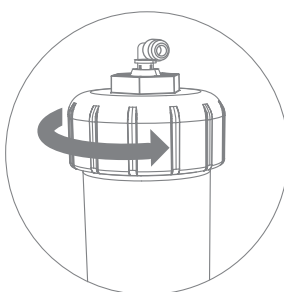
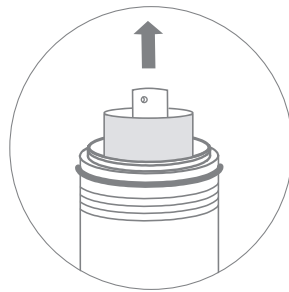

Рис. 17
Рис. 18
3. Открутите крышку корпуса мембраны (рис. 17), используя ключ из комплекта поставки, извлеките отработанную мембрану (рис. 18).